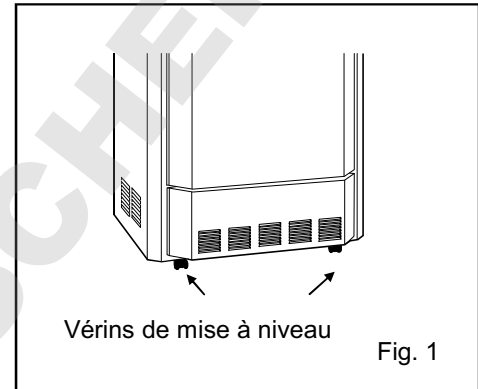

Fig. 1
Régler les vérins de mise à niveau en les tournant dans le sens inverse des aiguilles d'une montre afin de les mettre en contact avec le sol. Vérifier que l'appareil est à niveau. Voir Fig. 1.
2. Positionner le plateau d'évaporation (il se trouve dans la chambre) sur le côté gauche en bas de l'appareil. (Voir Fig. 1 page 11)